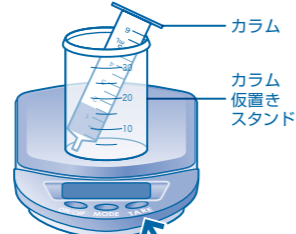

図2
2. キャップをして10回程度上下に転倒させて振り混ぜ、ビンの中の試薬を完全に溶かします。(図2)
②電子天秤を平らな場所に置いて電源を入れます。天秤にカラム仮置きスタンドを載せ、その中にカラムを静置した後、[TARE]を押してゼロ補正します。(図2)